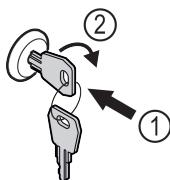

Fig. 181
- Uvucite ključ. Fig. 181 (1)
- Okrenite ključ za 90° nadesno. Fig. 181 (2)